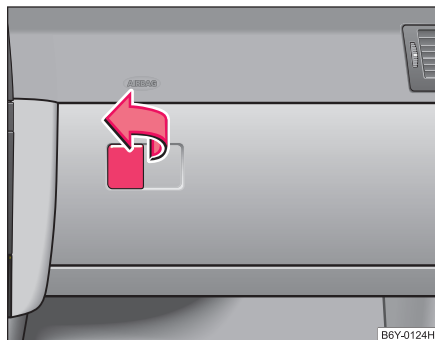

Fig. 69 Tabloul de bord:
- Trageți mânerul capacului în direcția săgeții ⇒ Fig. 69 și întoarceți capacul în jos.